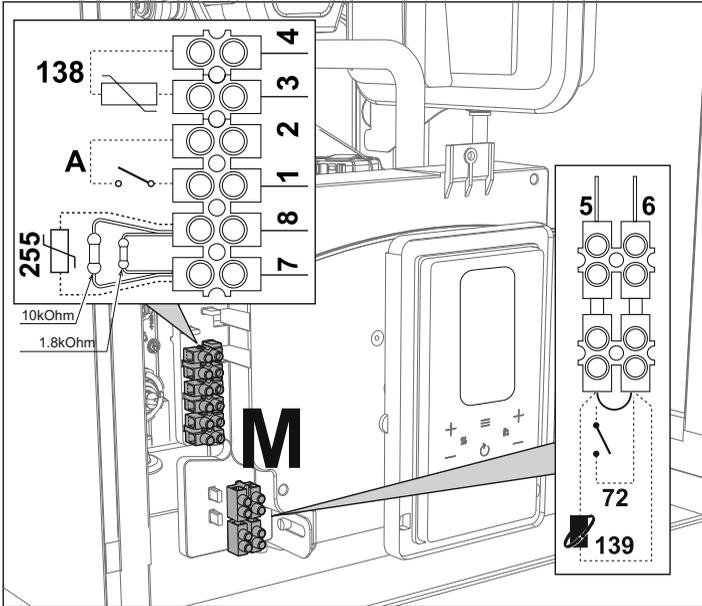
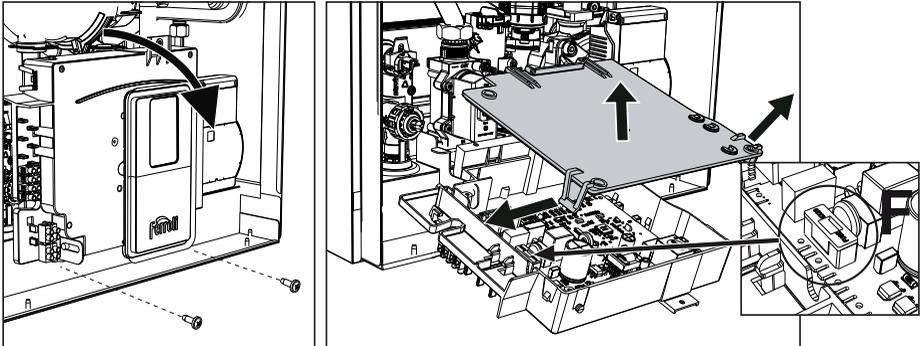

fig. 29
fig. 30
După ce ați scos panoul frontal ( "Deschiderea panoului frontal" on page 161 ) veți putea avea acces la panourile de borne (M) și la siguranța fuzibilă (F) urmând indicațiile descrise în continuare (fig. 29 și fig. 30). **Bornele indicate în fig. 29 trebuie să aibă contactele curate (nu 230 V).** Dispunerea bornelor pentru diferitele conexiuni este indicată și în diagrama electrică din fig. 66.
### Configurarea întrerupătorului ON/OFF (A fig. 29)